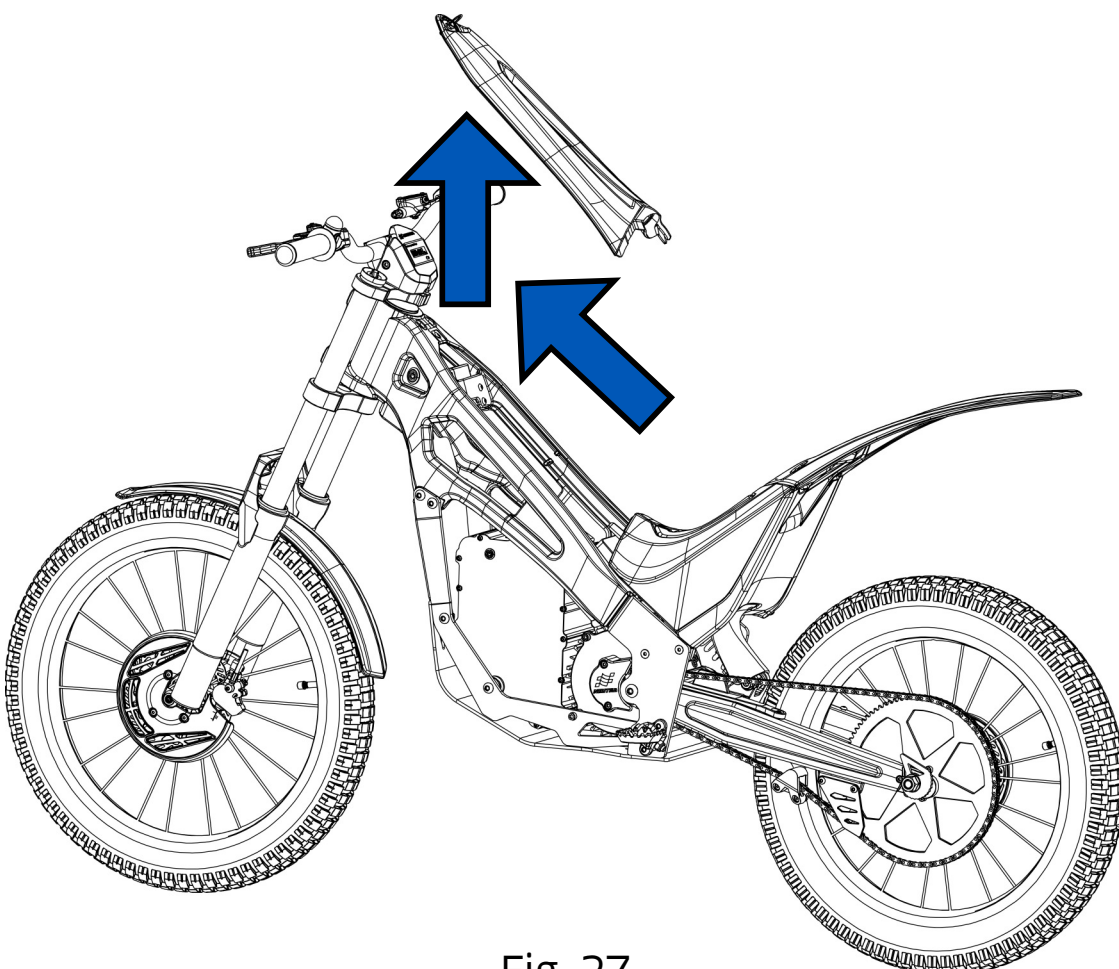

Fig. 27
3- Debe desplazar la tapa hacia delante y después puede extraer la carcasa superior de la motocicleta hacia arriba (Fig. 27).
- 3- Debe extraer carcasa superior de la motocicleta (Fig. 27).